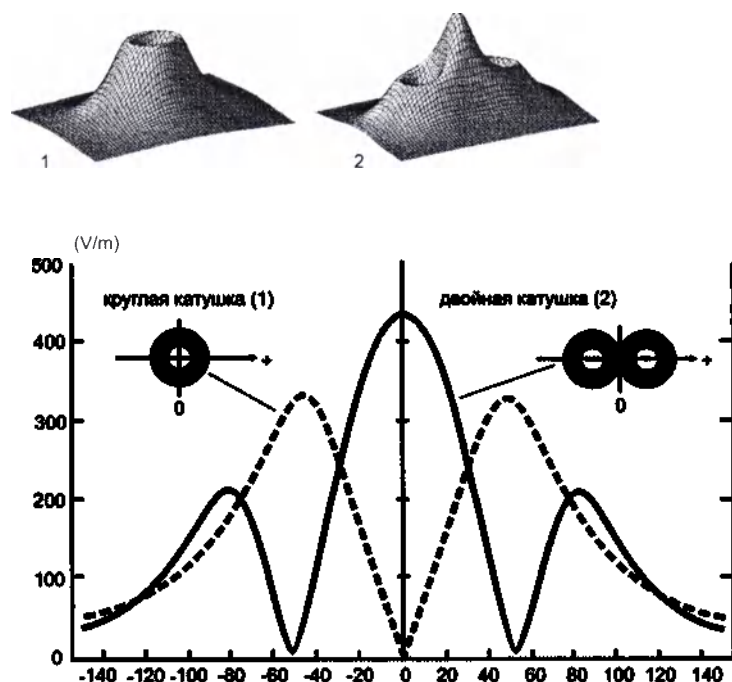

Рис. 15. Трехмерные картины индукции электрического поля для кольцевой (1) и двойной (2) катушек.
Трехмерные картины напряженности индуцированного электрического поля для кольцевой и двойной катушек отличаются друг от друга вследствие их различных геометрических форм (рис. 15). Наибольшая напряженность для кольцевой катушки (рис. 15 (1)) наблюдается по кольцу и не имеет пиков, в то время как у двойной катушки (рис. 15 (2)) имеются один основной пик с максимальной напряженностью в области пересечения катушек и два пика с меньшей напряженностью над каждой из двух катушек. Применение двойных и двойных угловых индукторов позволяет получить хорошо сфокусированное электрическое поле.